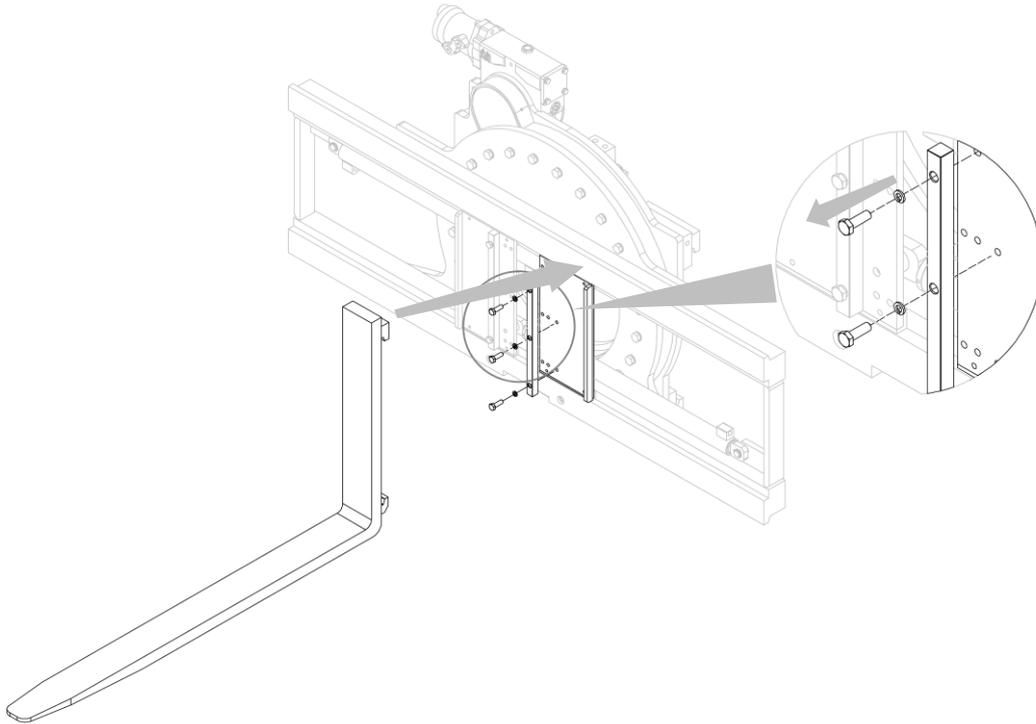

Figure 15
1. Insérer les fourches après avoir dévissé les butées d'arrêt (voir *Figure 15*) ; selon la largeur de la fourche, utiliser les trous appropriés.